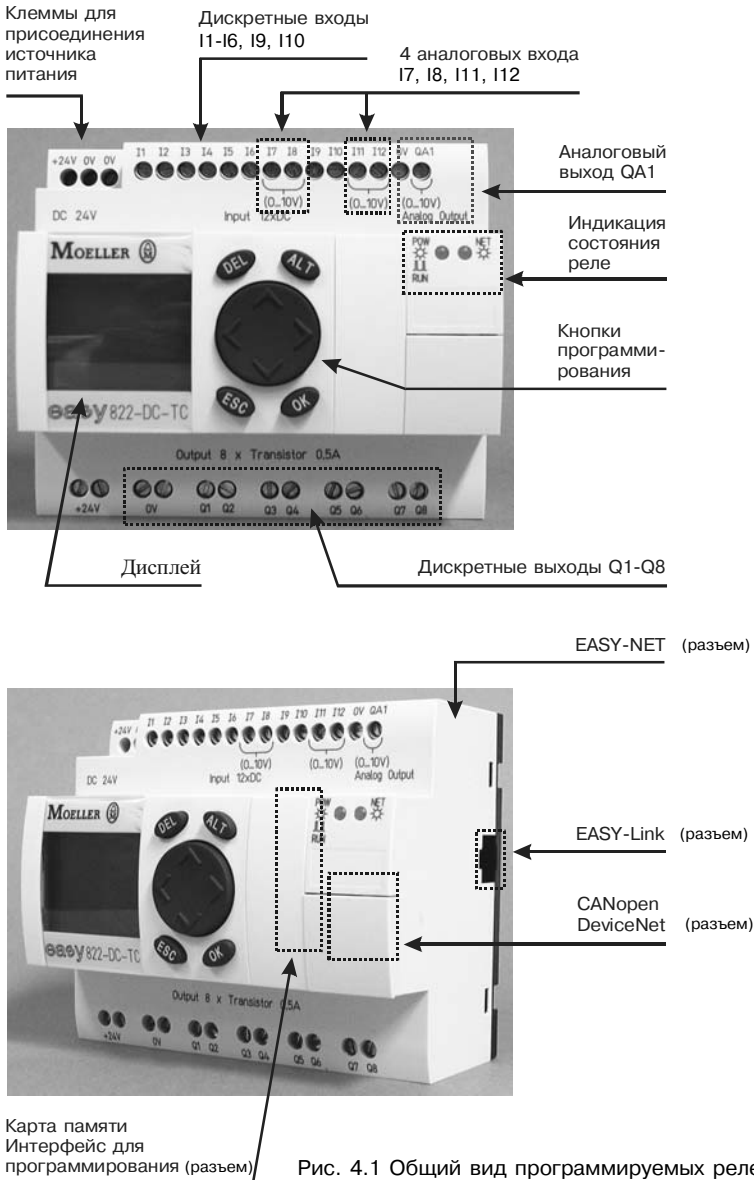

Рис. 4.1 Общий вид программируемых реле EASY800
4.1. Общий вид реле EASY 800 (рис. 4.1)